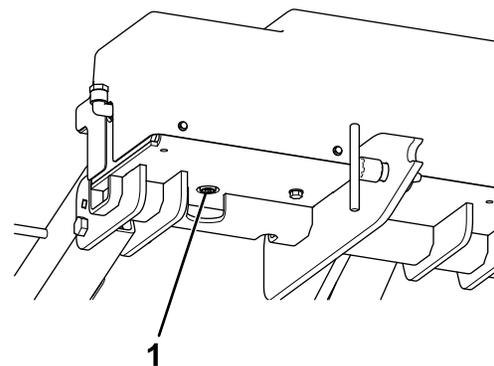

Figura 27
2. Limpie la zona alrededor del tapón de vaciado hidráulico (Figura 27).